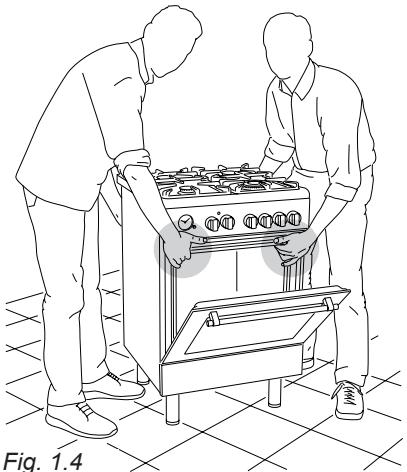

Fig. 1.4
**ATTENZIONE:** La cucina deve essere sempre raddrizzata da due persone per evitare di danneggiare i piedi (fig. 1.4).
**ATTENZIONE:** Quando si sposta la cucina nella sua posizione definitiva, **NON TRASCINARLA** (fig. 1.6), ma sollevare i piedi dal pavimento (fig. 1.4).